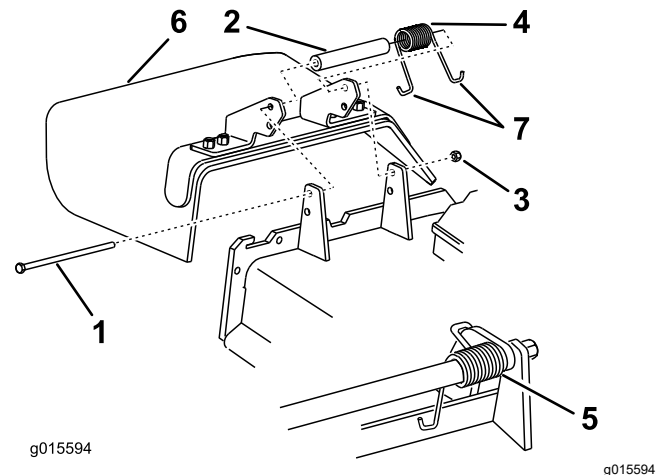

Figura 112
1. Retire la contratuerca, el perno, el muelle y el espaciador que sujetan el deflector a los soportes de pivote (Figura 112).
2. Retire el deflector de hierba dañado o desgastado (Figura 112).
- Nota:** Asegúrese de colocar un extremo con gancho en J del muelle detrás del reborde de la carcasa antes de instalar el perno, según se muestra en Figura 112.
6. Coloque 1 extremo en J del muelle alrededor del deflector de hierba (Figura 112).